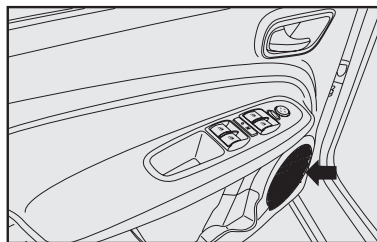

fig. 110
- dos altavoces full-range delanteros de 6" con 20 W RMS de potencia **fig. 110**.